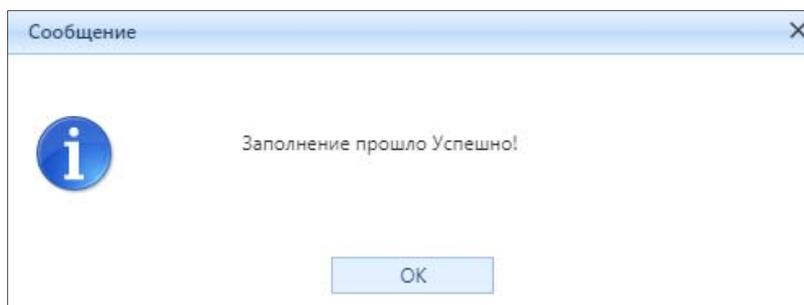

Рисунок 3.5.7 – Сообщение, оповещающее об окончании заполнения формы ввода
8. Дождитесь окончания загрузки исходных данных в форму ввода (рис. 3.5.7).